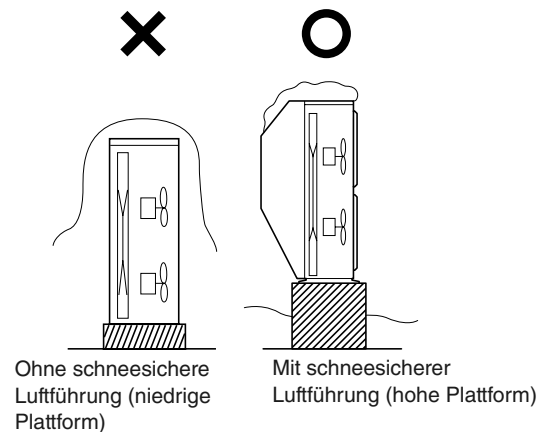

Abb. 2-13
- (1) Die Plattform muss höher als die maximale Schneetiefe sein. (Abb. 2-13)
- (2) Die beiden Stützen der Außeneinheit müssen für die Plattform verwendet werden, wobei die Plattform unter der Lufteinlass-Seite der Außeneinheit installiert werden muss.
- (3) Das Fundament der Plattform muss fest sein; die Einheit ist mit Ankerschrauben zu sichern.
- (4) Bei einer Dachmontage an Stellen, an denen starker Wind auftritt, müssen entsprechende Gegenmaßnahmen getroffen werden, um ein Umfallen der Einheit durch Windstöße zu vermeiden.